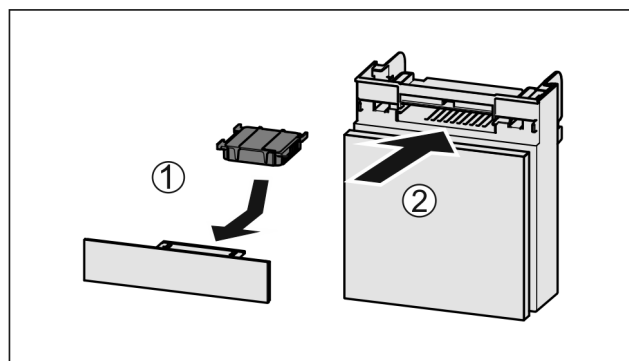

Fig. 51
- ▶ Установите фильтр с активированным углем, как показано на рисунке Fig. 51 (1).
- ▶ Вставьте отделение Fig. 51 (2).